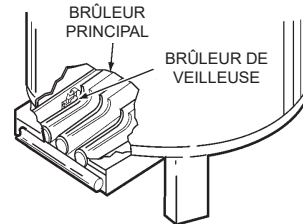
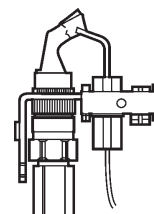

Figure 27. Emplacements relatifs du brûleur principal et du brûleur de veilleuse
Figure 28. Brûleur de veilleuse
Au moins une fois par an, vérifier le bon fonctionnement du brûleur de veilleuse. Voir Figure 27 et Figure 28.
- Le détecteur de flamme de la veilleuse devrait être enveloppé par une flamme de 1,6 cm (5/8 po). Voir **Figure 28**. Retirer la vis du couvercle de réglage de veilleuse. Tourner la vis de réglage intérieure dans le sens des aiguilles d'une montre pour réduire la flamme de veilleuse ou dans le sens inverse pour l'augmenter. Veiller à bien remettre la vis du couvercle en place sur la vanne de régulation de gaz afin d'empêcher une possible fuite de gaz.